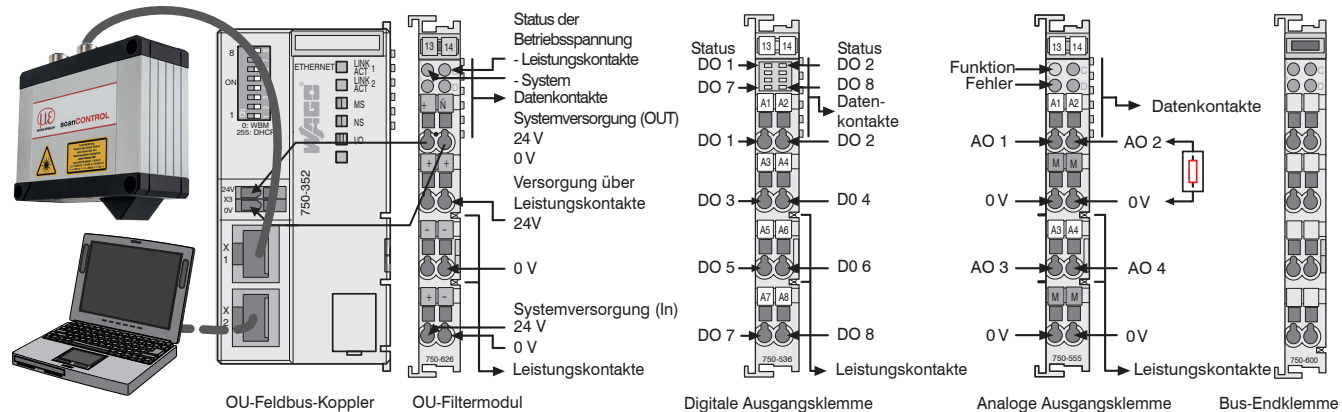

Abb. 38 Beispielkonfiguration Ethernet mit analoger und digitaler Ausgangsklemme
- ➡ Schließen Sie den Bus mit der Bus-Endklemme ab, siehe Abb. 38.